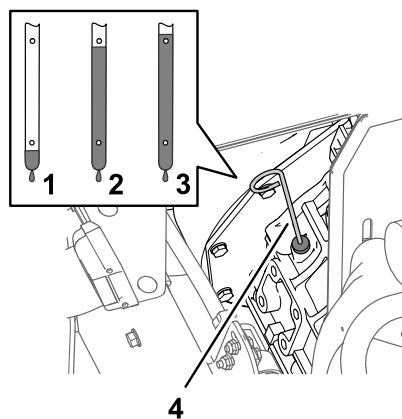

Рисунок 70
2. Извлеките масломерный щуп, расположенный под сиденьем пассажира, и протрите его чистой ветошью (Рисунок 70).